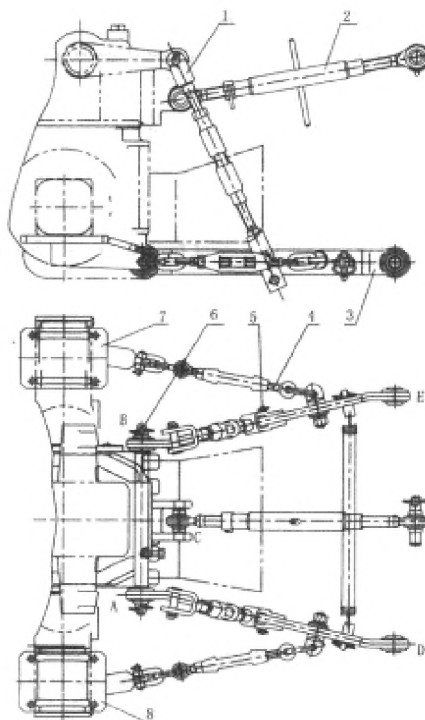

Рисунок 4-37. Сцепные устройства.
Орудие присоединено к задней части трактора при помощи сцепного устройства. Тракторы серии ТУ оснащены трехточечным сцепным устройством категории 1 и 0 в соответствии с китайскими стандартами. Сцепное устройство состоит из двух нижних шарниров (3) и верхнего шарнира (2), смотрите рисунок 4-37.